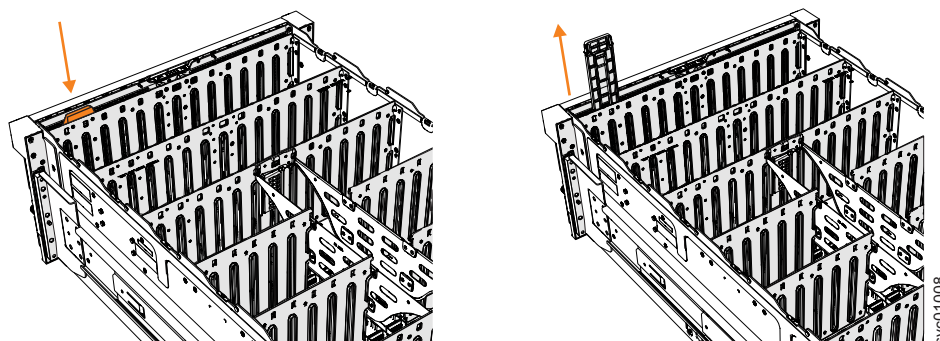

Figura 128. Extracción del conjunto de paneles de visualización
3. Pulse la pestaña de liberación en la parte superior del conjunto de paneles de visualización, como se muestra en la Figura 128.